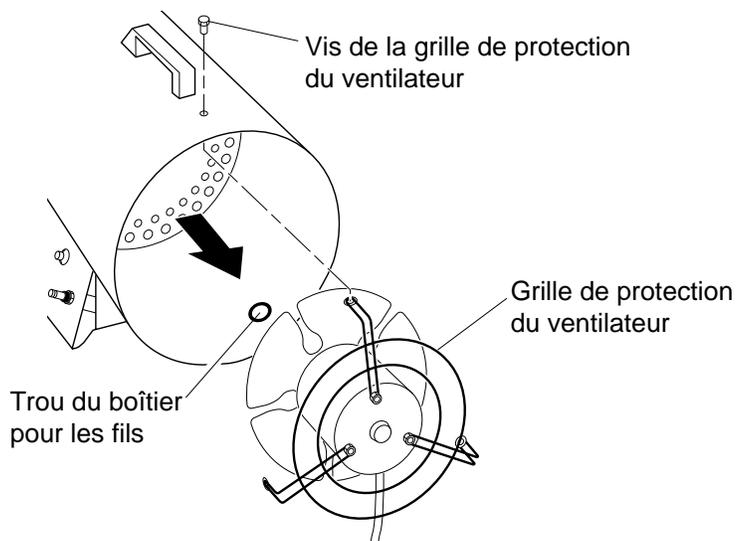

Figure 7 - Dépose du moteur et de la grille de protection du ventilateur de l'appareil de chauffage
4. Placer l'appareil de chauffage sur sa base. Retirer les trois vis qui relient la grille de protection du ventilateur au boîtier de l'appareil (se reporter à la figure 7).
5. Enlever du boîtier de l'appareil le moteur et la grille de protection du ventilateur. Retirer avec précaution les fils du moteur du trou du boîtier (se reporter à la figure 7).